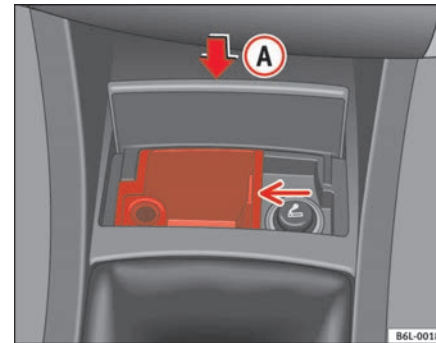

Abb. 85 Aschenbecher vorne
- Durch Drücken auf den unteren Teil des Aschenbecherdeckels **A** ⇒ Abb. 85 öffnet sich der Aschenbecher durch Federwirkung automatisch.